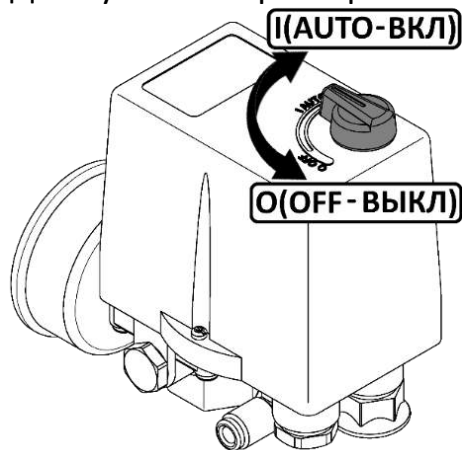

Рисунок 3
- Проверьте, чтобы выключатель на реле давления находился в выключенном положении "O" (рисунок 3).
- Выключить компрессор выключателем на реле давления. Для этого необходимо переключить выключатель в положение "O" или "OFF", в зависимости от исполнения (см. рисунок 3). После этого остановится электродвигатель и произойдет сброс давления из нагнетательного воздухопровода и поршневого блока.
- 1 Переключите выключатель на прессостате в положение "О" или "OFF", в зависимости от исполнения (см. рисунок 3).